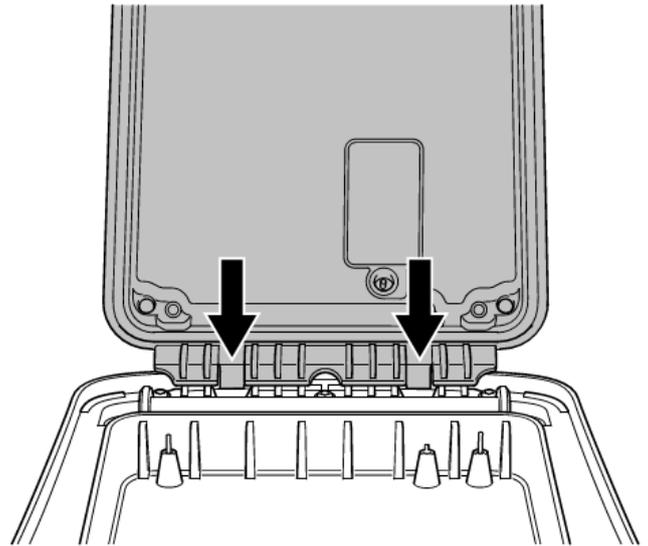

図 4.11: 電池パックを合わせて、所定の位置に押し込みます
- 4 まず電池パッククリップを送信器本体の対応する凹部に合わせて所定の位置に押し込みます（図4.11）